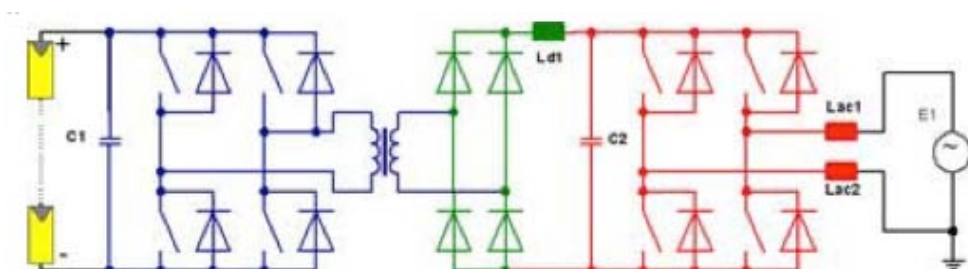
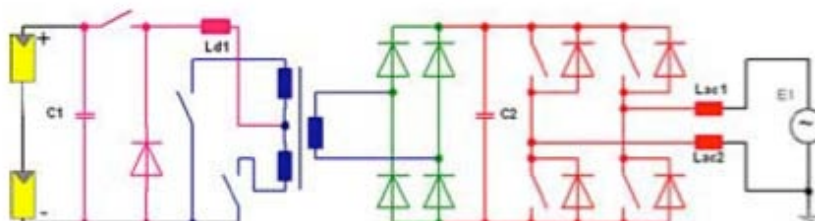

Figure 6 : Circuit à 3 étages avec transformateur\* haute fréquence (Source ISET [2])
Figure 7 : Circuit à 4 étages avec montage push pull\* (Source : ISET [2])
- Le montage de la figure 6 comprend 3 étages différents. Il est composé d'un transformateur\* haute fréquence (en bleu) qui adapte la tension d'entrée tout en réduisant le poids de l'onduleur. À sa sortie, le signal est alternatif. Un redresseur (en vert) permet alors de le convertir en continu. Le pont de sortie (rouge) permet par modulation d'amplitude de transformer ce signal continu en un signal alternatif sinusoïdal adapté à la fréquence du réseau.
- Le montage de la figure 7 est constitué de 4 étages. Ce circuit nécessite le contrôle de 7 interrupteurs contre 8 pour celui de la figure 6.